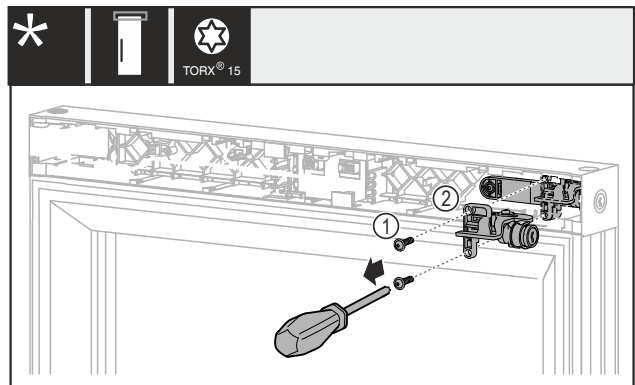

Fig. 11
- Retirer les vis Fig. 11 (1).
- Retirer le verrou mécanique Fig. 11 (2).